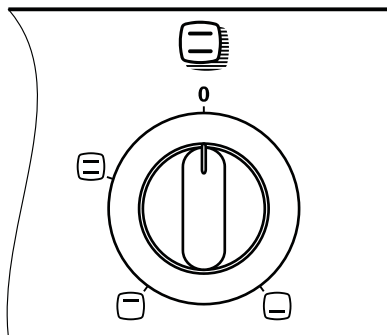

Рис. 10
- ручкой режимов работы устанавливается необходимая функция (рис.10) ;